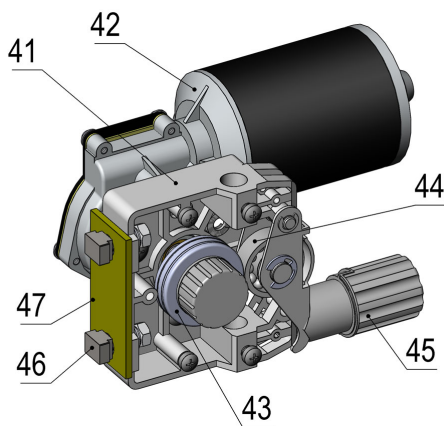

Рис. 4.5. Механизм подачи проволоки
**Механизм подачи проволоки 3** осуществляет подачу электродной проволоки в зону сварки. Состоит из корпуса **41** (см. рис. 4.5.), привода **42**. Привод вращает подающий ролик **43**, прижим электродной проволоки осуществляется роликом **44**. Усилие прижима регулируется ручкой **45**. Для установки механизма подачи в направляющую суппорта поворотного служат болты **46**. Изолятор **47** электрически изолирует механизм подачи от остальных частей трактора.